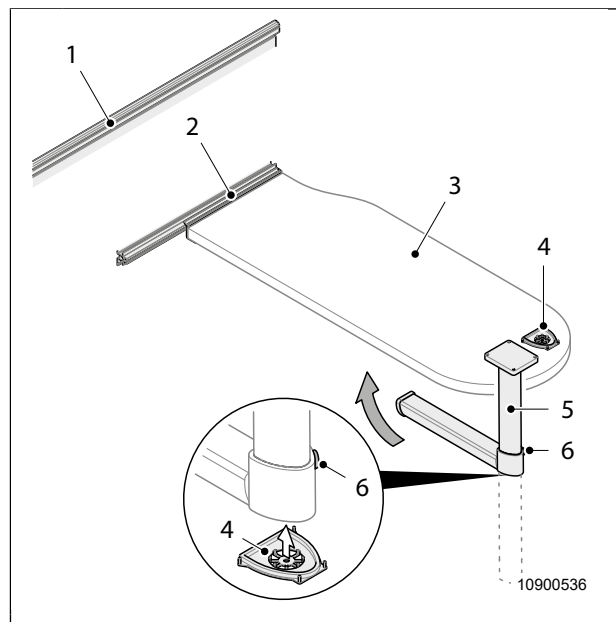

Bild 32 Ombyggnad av hängbord till säng
3. Lyft bordsskivan (Bild 32, pos. 3) på höger sida och haka loss den ur den övre styrskenan (Bild 32, pos. 1).
4. Tryck in knappen på bordsbenets led (Bild 32, pos. 6) och fäll bordsbenet.
5. Ta ut bottenplattan (Bild 32, pos. 4) ur hållaren under bordet.
6. Sätt fast bottenplattan (Bild 32, pos. 4) vid ledens undersida.
7. Haka fast bordsskivan i den undre styrskenan (Bild 32, pos. 2) i upplyft läge på höger sida.